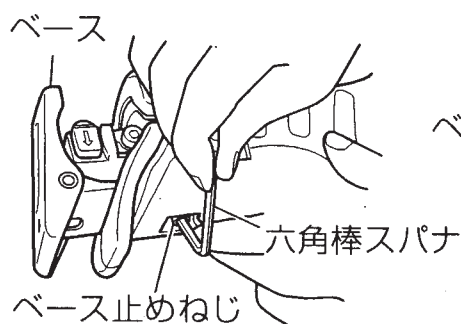
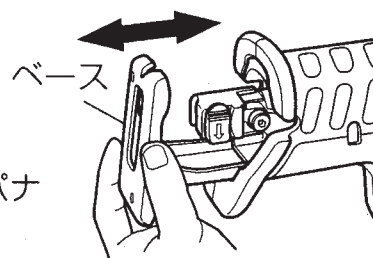

図 14
図 15
- (2) ベース止めねじを付属の六角棒スパナでゆるめて、ベースの取付け位置を調整します。(図 14、図 15)
- (3) ベースを調整した後、ベース止めねじを付属の六角棒スパナで十分に締付けてください。